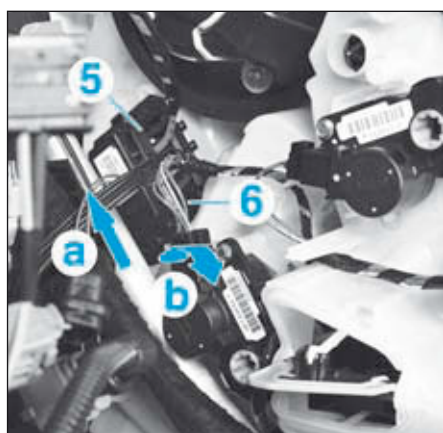

FIG.35
- Débrancher le connecteur (5).
- Déposer le module de commande motoventilateur d'habitacle (6) et suivant (a) et (b) (Fig.35).